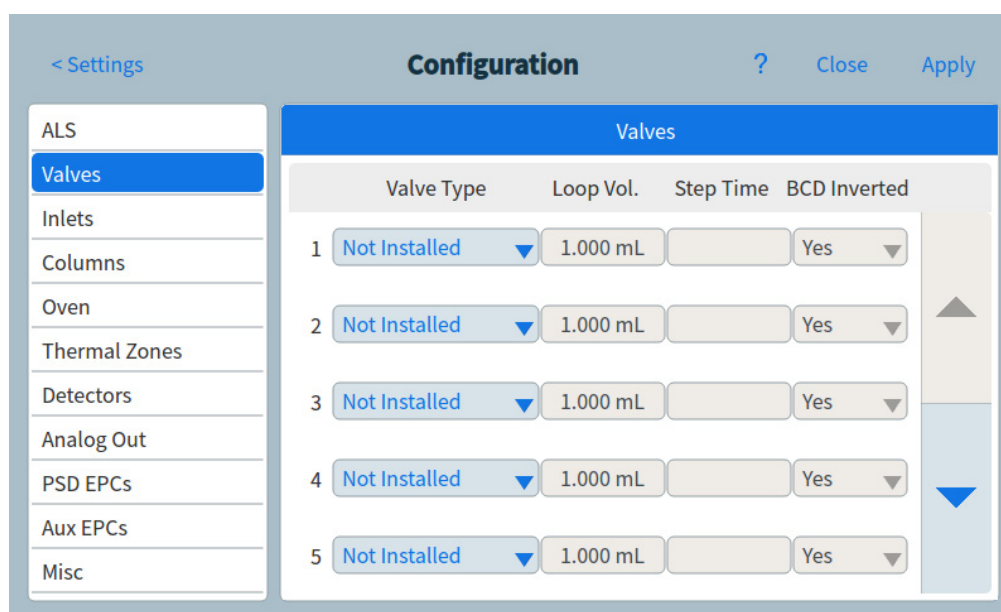

Figure 53. Page Vannes
- 1 Sélectionnez **Paramètres > Configuration > Vannes**. Voir **Figure 53**.